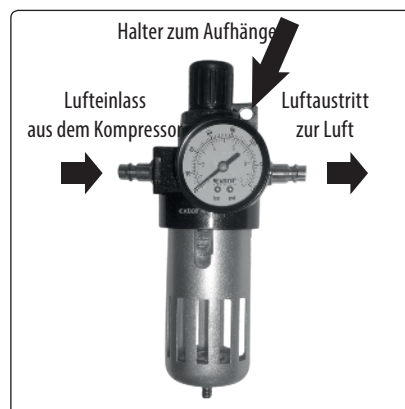

Abb. 7 - Beschreibung vom Druckregler mit Manometer und Filter Extol® 8865104
- Schließen Sie den Luftausgang am Kompressor an die richtige Öffnung an der Aufbereitungsanlage an, siehe Abb. 7.